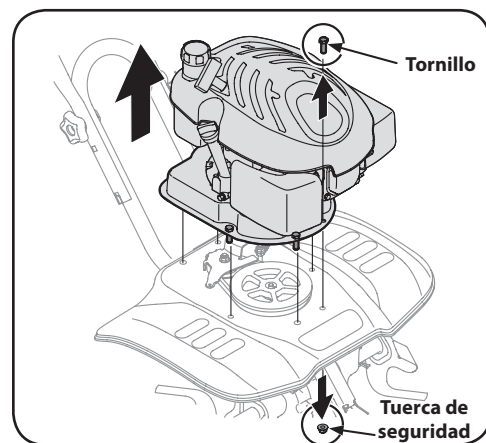

Figura 5-3
1. Extraiga la cubierta de la correa y el motor quitando los seis tornillos y las tuercas de seguridad que sujetan el motor y la cubierta al protector. Consulte la Figura 5-3.